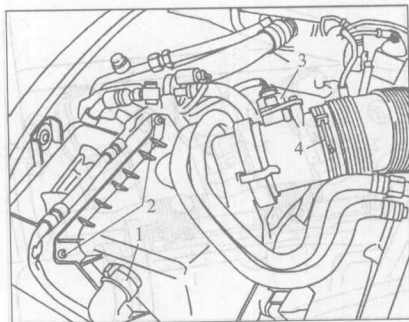

图 1-20 清洁空气滤清器壳和更换滤芯 (3.0L 发动机)
1) 断开五个插头连接 4, 并且移去电缆箍 5, 如图 1-20 所示。
2) 拆下吸气软管 4, 并拔下插头 3 (如图 1-20 所示)。